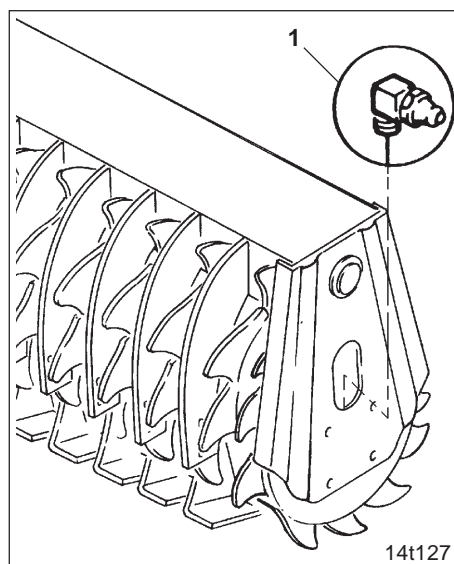

Fig. 19.5
- die beiden Schmiernippel (Fig. 19.5/1) an den Achslagern
- der Zahnpackerwalze (Fig. 19.5)